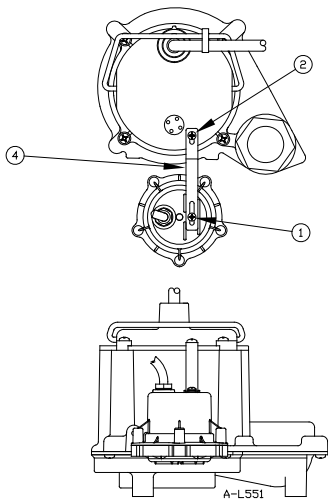
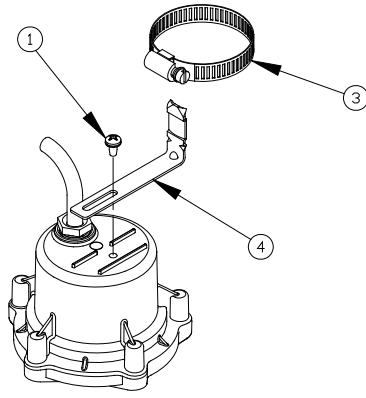

Fig. 1 - 6, 8, 8E, 9E
Fig. 6 - VDS series
Apply the new switch (making sure that the switch is oriented as before) and re-tighten the switch screw (Fig. 1 - 5). **DO NOT OVERTIGHTEN** or cross-thread screws being inserted into plastic components. If the existing mounting bracket is not available the switch may be mounted to the discharge pipe using the universal mounting bracket with the hose clamp (Fig. 6 and 7). If the current pump mounting bracket is damaged a replacement part is available.
1. **REEMPLACEMENT D'UN INTERRUPTEUR POUR POMPE LITTLE GIANT ENDOMMAGÉ** - Lors de tout remplacement d'interrupteur, se référer au tableau des pièces de remplacement pour s'assurer d'utiliser l'interrupteur qui convient. Déposer l'interrupteur endommagé en desserrant la vis située sur le dessus de l'interrupteur. Placer le nouvel interrupteur (s'assurer qu'il est correctement orienté) et visser la vis de l'interrupteur (Fig. 1 à 5). **ÉVITER DE TROP SERRER LES VIS** ou de fausser le filetage des vis vissées dans les composants en plastique. Si l'ancien support de fixation n'est plus disponible, l'interrupteur peut être fixé sur le conduit d'évacuation à l'aide d'un support universel maintenu par un collier de serrage (Fig. 6 et 7). Si l'ancien support de fixation est endommagé, il est possible d'en commander un autre.
1. **REEMPLAZO DEL INTERRUPTOR AVERIADO EN LAS BOMBAS LITTLE GIANT:** Para todas las instalaciones de reemplazo del interruptor, refiérase a la tabla de piezas de reemplazo para asegurarse de que está utilizando el interruptor apropiado. Quite el interruptor averiado de la bomba, aflojando el tornillo en la parte superior del interruptor. Ponga el nuevo interruptor (asegúrese de que el interruptor quede igual que el anterior) y vuelva a apretar el tornillo del interruptor (Fig. 1 al 5). **NO SOBREPRIETE** ni enrosque mal los tornillos que se introducen en los componentes plásticos. Si el soporte de montaje existente no está disponible, se puede montar el interruptor en el tubo de descarga, usando el soporte de montaje universal con la abrazadera de manguera (Fig. 6 y 7). Si el soporte de montaje de la bomba actual está dañado, existe una pieza de reemplazo.